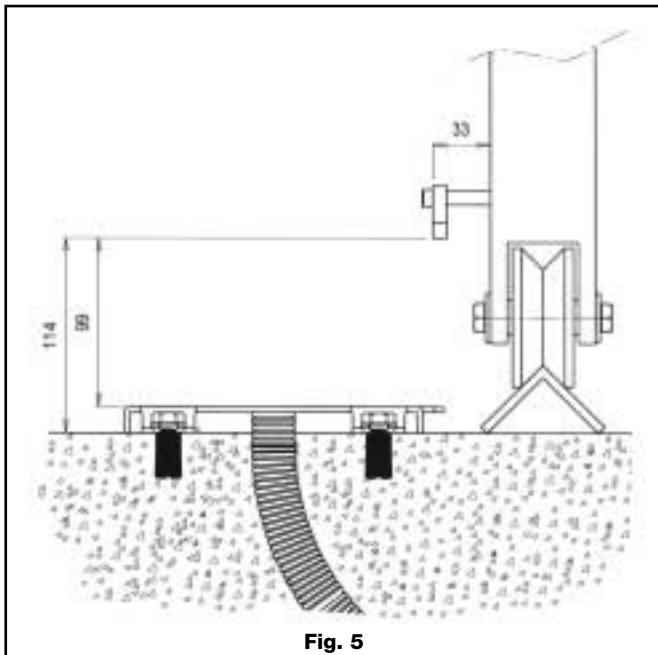

Fig. 5
- Se référer à la fig. 5 pour ce qui concerne la hauteur.
ATTENTION: s'il y a une crémaillère, respecter scrupuleusement les valeurs (fig. 5) pour permettre ensuite d'insérer correctement le pignon dans la crémaillère.